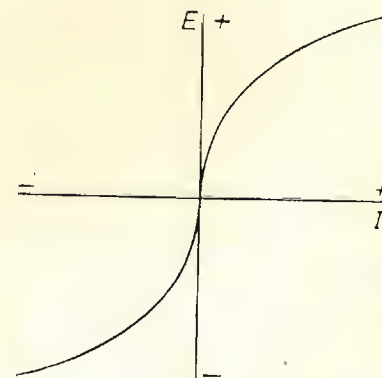

Fig. 3
N.d.R. - Il grafico di fig. 3 è ricavato dal volume « The Radio Amateur's Handbook », pag. 323 dell'ediz. del 1951.
Uno dei grandi vantaggi del materiale «VDR» è l'assenza totale di effetto polare, cioè che il grafico corrente-tensione è rigorosamente simmetrico (vedi fig. 3). Così l'applicazione d'una tensione alternata non provoca alcun effetto di raddrizzamento.